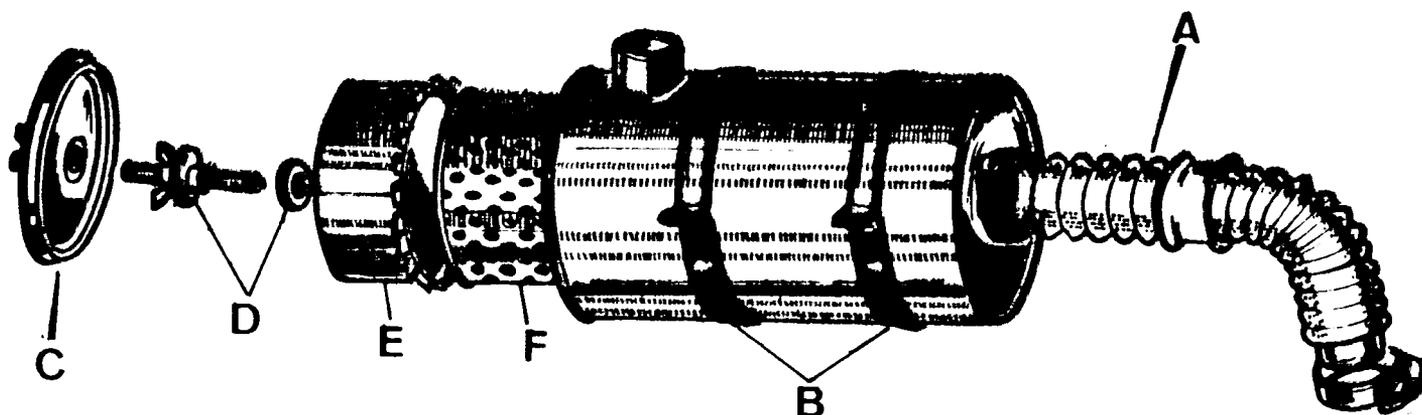

Fig. A3-3 Desmontaje del filtro de aire
1.2. Soltar la tubería flexible, A (Fig. A3-3) de admisión de aire, en su unión al colector de admisión.
1.3. Aflojar las dos tuercas de mariposa en las bridas, B (Fig. A3-3), desplazar dichas bridas hacia adelante y extraer el conjunto filtro de aire con el tubo flexible.
- 2.1. Desenroscar la tuerca de la tapa, C (Fig. A3-3) y extraer dicha tapa.
2.2. Desmontar los elementos de fijación, D (Fig. A3-3) del cartucho filtrante y retirar la cubierta deflECTORA, E y el cartucho, F.